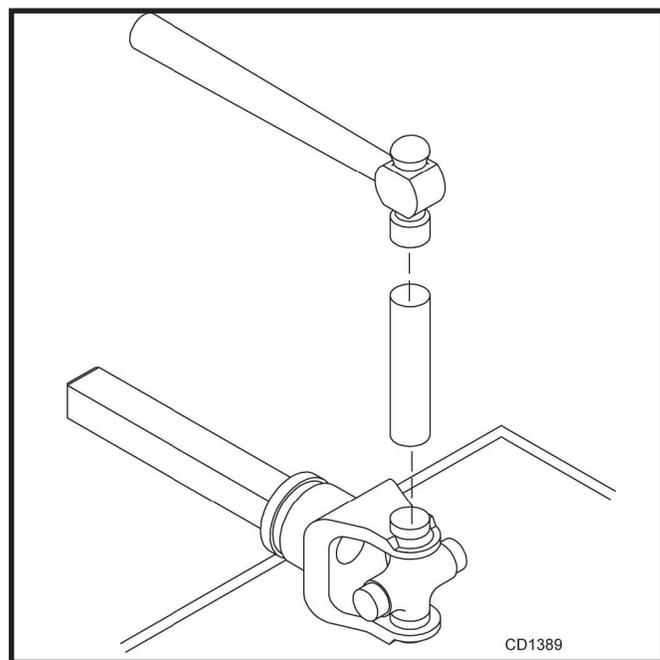

Figura 22. Instalação das tampas
3. Assente as tampas colocando um guia ou uma chave soquete (ligeiramente menor que a tampa) e batendo nela com um martelo. Veja a Figura 22. Instale o anel elástico e repita no lado oposto.